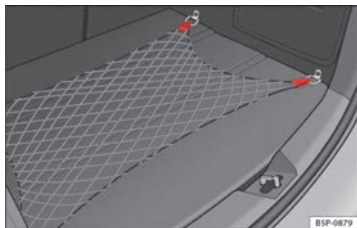

Fig. 101 Red portaobjetos del maletero.
- Utilice las anillas de amarre existentes en los laterales del maletero para fijar la red portaobjetos ⇒ fig. 101.